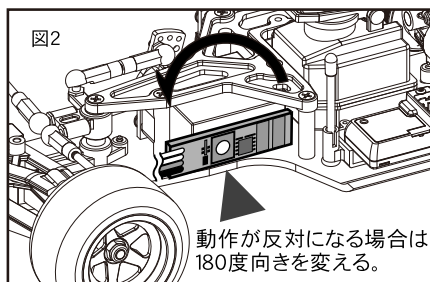

図2
- ジャイロには向きがあります。ジャイロ本体を仮止めし、送信機の3チャンネルのゲインを最大値にしてからカウンターステアが切れる状態を確認する。逆に動作する場合は、1ページのフォーミュラジャイロの基本動作を参照し、図2を参照して180度反転して取付ける。